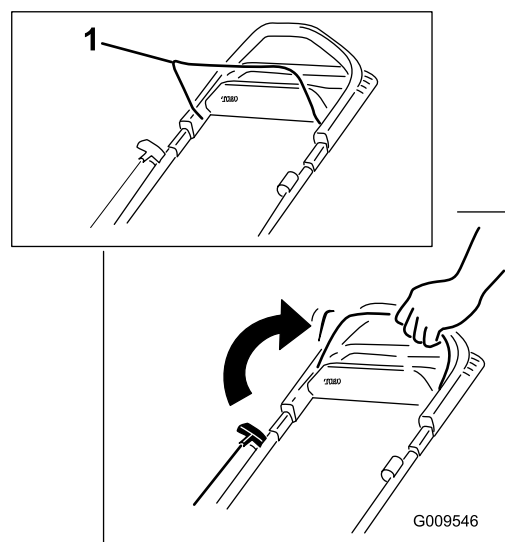

Рисунок 14
1. Потяните штангу управления ножом в направлении рукоятки и удерживайте ее (Рисунок 14).